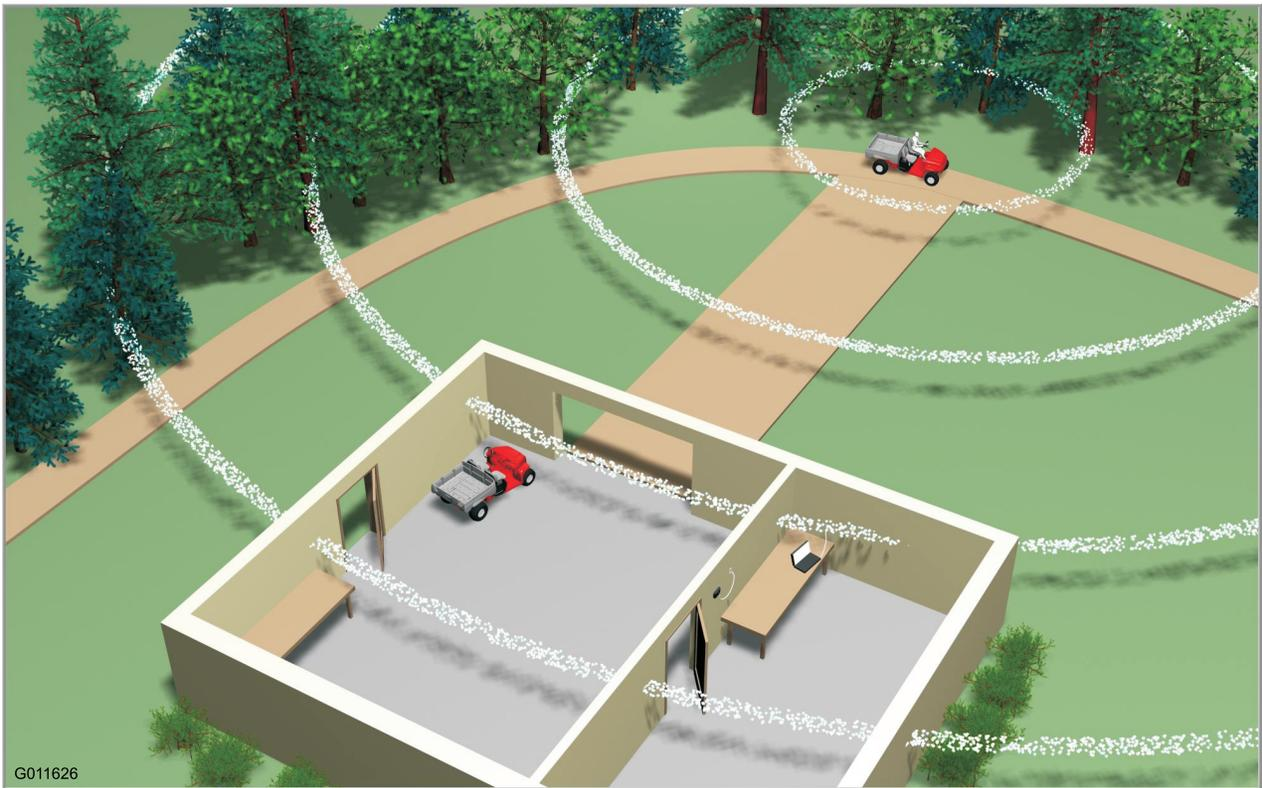

Figura 3
- Consulte los ejemplos de emplazamiento de la estación base de la Figura 3 y la Figura 4.